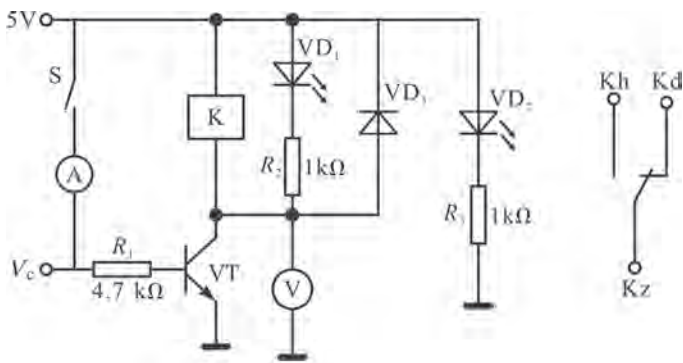

图 3.31 实验电路
(3) 电路原理。图3.31所示的是电磁继电器模块的实验电路。为了与数字集成电路和微控制器的工作电压匹配,选择线圈功率为0.36 W、工作电压为DC5 V的小型电磁继电器,其线圈工作电流约为70 mA。但数字集成电路和微控制器的输出电流一般不超过5 mA,因此必须通过放大电路才能使线圈正常工作。在这个电路中,晶体管工作在开关模式,当控制端 $V_c$ 为高电平(5 V)时,三极管VT饱和导通,继电器线圈通电吸合,输出触点状态改变;反之控制端 $V_c$ 为低电平(0 V)时,三极管VT截止,继电器线圈断电释放,输出触点状态恢复原状。发光二极管 $VD_2$ 是电源指示, $VD_1$ 是继电器线圈吸合指示,二极管 $VD_2$ 的作用是保护三极管VT, $R_2$ 、 $R_3$ 是限流电阻,而电阻 $R_1$ 是三极管VT的基极电流配置电阻,在满足微控制器的接口电流驱动能力的同时,确保三极管集电极电流使继电器线圈吸合。
- 2) 在面包板上按图3.31搭接电路,由于继电器输出引脚不能插入面包板,需要用单股导线焊接过渡线,或者使用鳄鱼夹夹线。